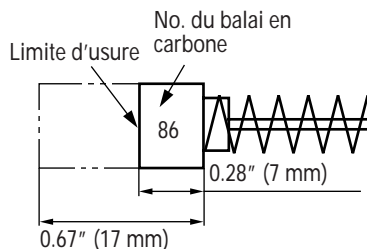

Fig. 9
4. Contrôle des balais en carbone (Fig. 9)
Quand le moteur est équipé d'un balai en carbone à arrêt automatique, il s'arrêtera automatiquement. Remplacez alors les balais en carbone par des nouveaux et ayant les mêmes numéros que ceux montrés sur la figure 9. En outre, toujours tenir les balais propres et veiller à ce qu'ils coulissent librement dans les supports.
Utiliser le balai en carbone HITACHI No. 86 indiqué sur la Fig. 9.